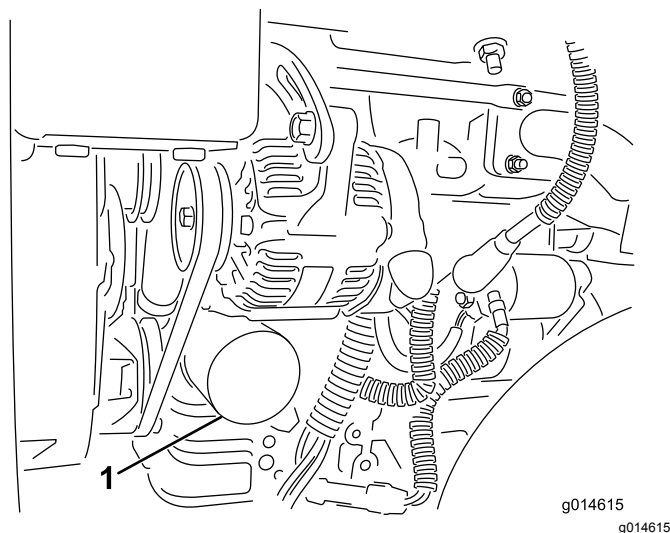

Figura 27
2. Togliete il filtro dell'olio (Figura 27). Spalmate un leggero strato di olio pulito sulla nuova guarnizione del filtro.